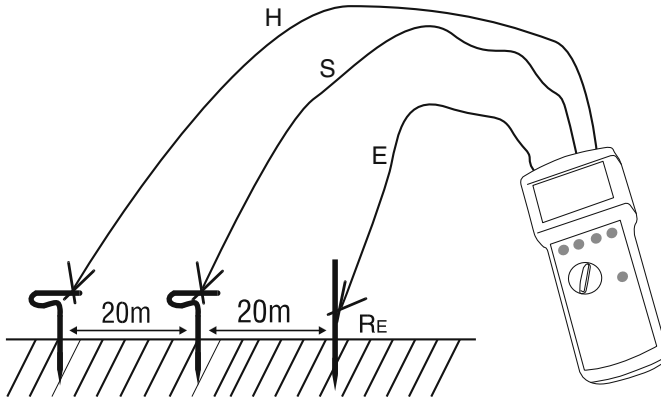

Bild 4: dreipolige Messung
- 1) Ordnen Sie die Erdspieße für Hilfserder und Sonde, wie in Bild 4 gezeigt an. Diese Anordnung kann auch in Dreiecksform erfolgen. Der Abstand zwischen Sonde und Erder bzw. Sonde und Hilfserder muss mindestens 20m betragen. Legen Sie die Leitungen sorgfältig aus und achten Sie darauf, dass die Leitungen möglichst nicht parallel nebeneinander liegen und sich nicht kreuzen, um Einkopplungen zu vermeiden.
- 2) Verbinden Sie die Messleitungen mit den Erdspießen gemäß Bild 4.
- 3) Drehen Sie den Messartwahlschalter (13) in Stellung "3 pol".
- 4) Stellen Sie die gewünschte Berührungsspannung mit der Taste "UL" (11) ein.
- 5) Falls gewünscht stellen Sie die manuelle Frequenzwahl mit der Taste "auto/man" (16) und die Messfrequenz mit der Taste "f1/f2" (12) ein.
- 6) Taste "Start" (14) drücken.